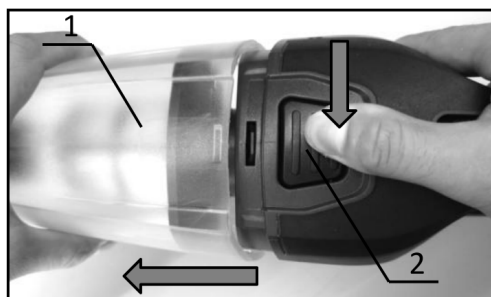
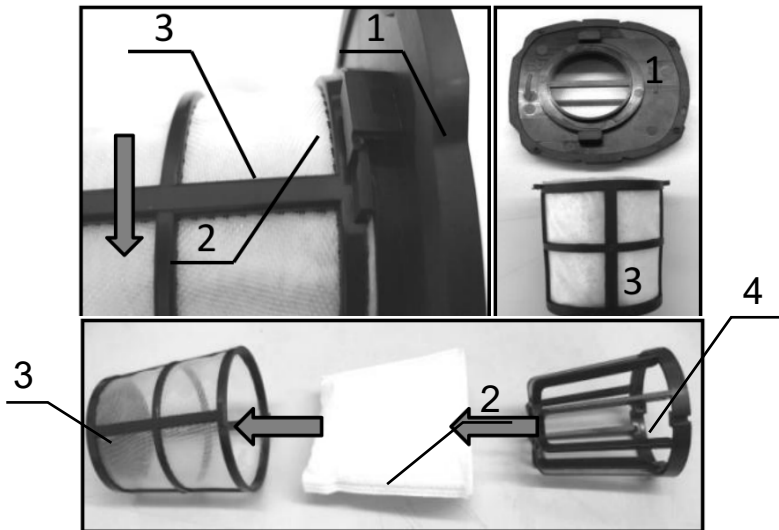
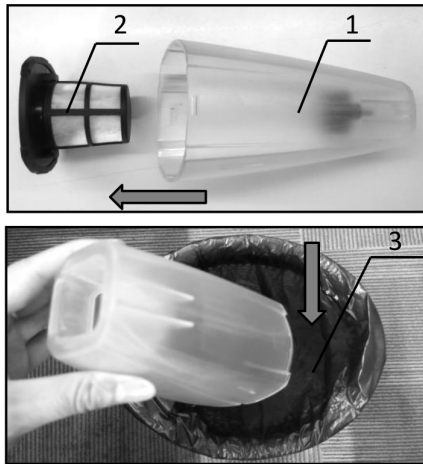

Рисунок 3. Схема знімання ємності для збору пилу.
Рисунок 4. Схема збирання повітряного фільтра.
Рисунок 6. Схема увімкнення та вимкнення виробу.
1. Натиснути фіксатор (2, рис. 3), зняти ємність для збору пилу (1, рис. 3) та зняти повітряний фільтр (5, рис. 1).
2. Повернути каркас попереднього фільтрувального елемента (3, рис. 3) та від'єднати його від кільця-кріплення (1, рис. 4), вийняти тримач фільтрувального елемента (4, рис. 4) та основний фільтрувальний елемент (2, рис. 4).
Перед встановленням або зняттям акумуляторної батареї (2, рис. 3) завжди вимикати виріб.
1. Натиснути фіксатор (2, рис. 3), зняти ємність для збору пилу (1, рис. 6) та вийняти повітряний фільтр (2, рис. 6).
2. Опорожнити ємність для збору пилу (1, рис. 6).